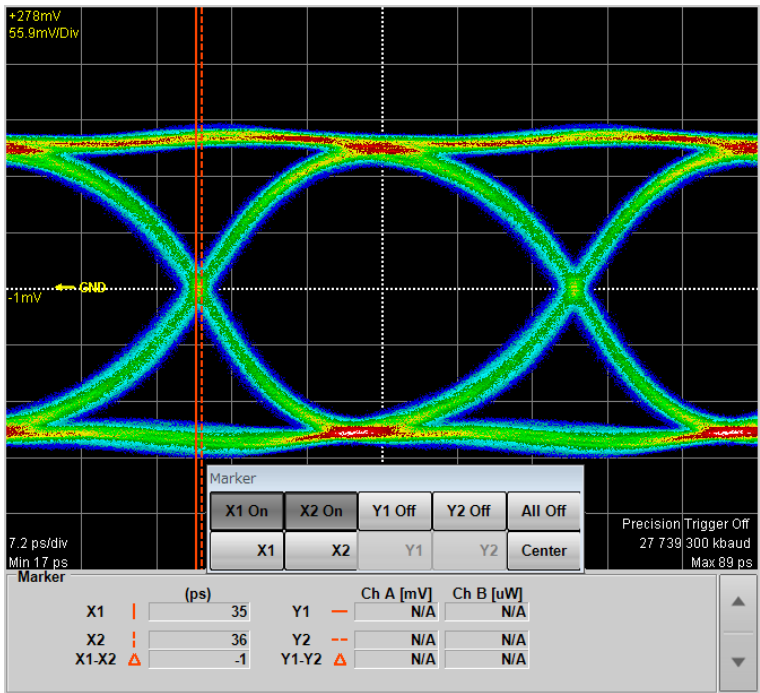

図 7.1.4-3 スキューの測定例
8. **PPG1 Data Out** コネクタと Scope の **Ch A In** コネクタを同軸ケーブルで接続します (図 7.1.4-2 参照)。